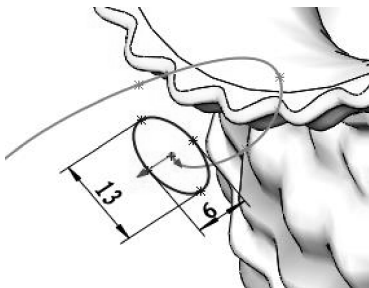

图 4-129 绘制草图 9
- 19 在基准面 2 上绘制草图 9 (椭圆), 如图 4-129 所示。